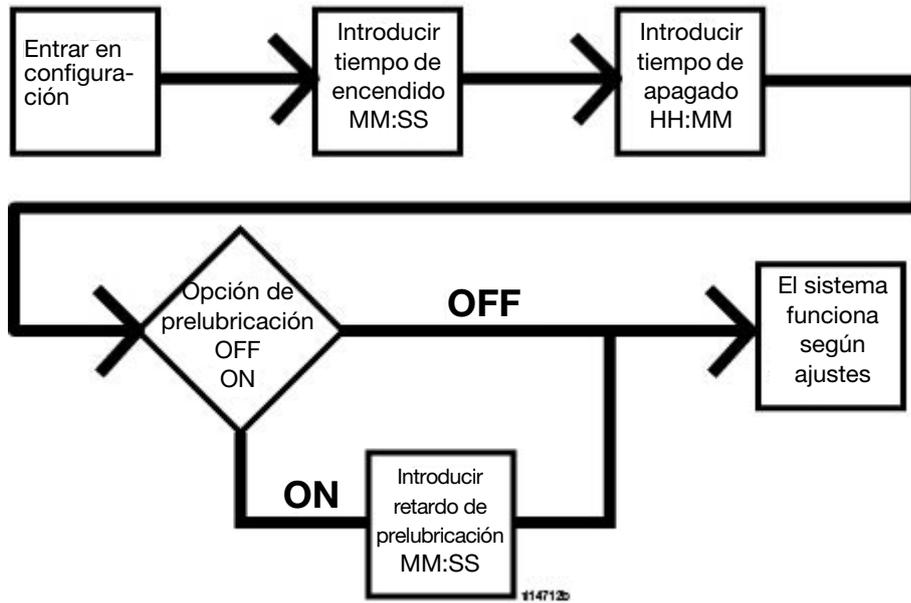

**FIG. 23**
2. Haga funcionar la bomba únicamente hasta que no dispense más aire con lubricante saliendo del accesorio de conexión del elemento (FIG. 23).